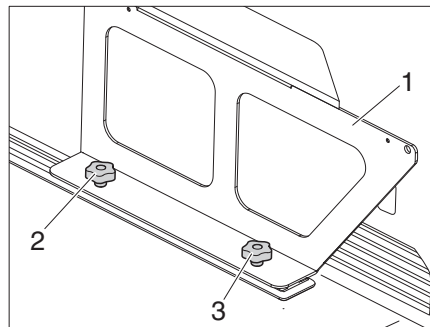

Figura 26 Soporte de la extensión de cama
- Desatornille dos tornillos de estrella (Figura 26,2 y 3) y retire el soporte (Figura 26,1) de la extensión de cama.
- Coloque el soporte (Figura 26,1) de la extensión de cama.
- Atornille primero el tornillo de estrella (Figura 26,3) trasero.
- Atornille el tornillo de estrella (Figura 26,2) delantero.